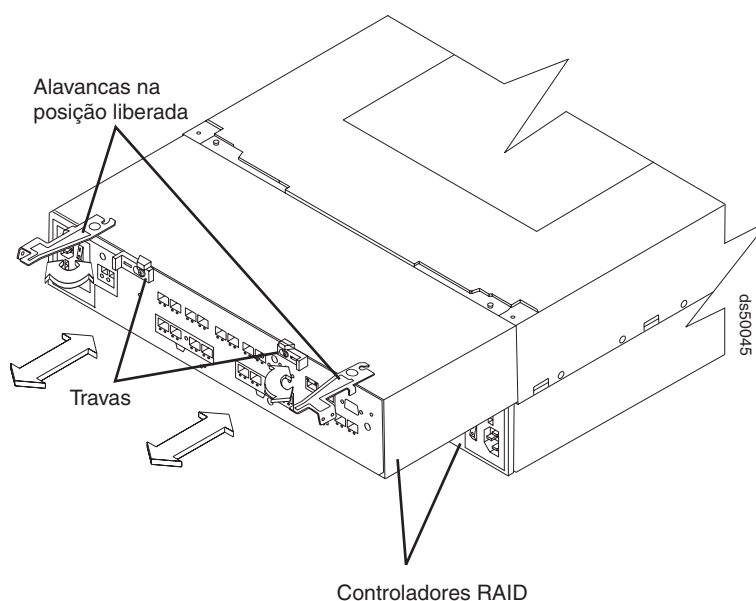

Figura 110. Removendo um Controlador do DS5100 e DS5300
11. Libere as alavancas do controlador e remova-o. A Figura 110 mostra o controlador sendo deslizado do chassi do subsistema de armazenamento.